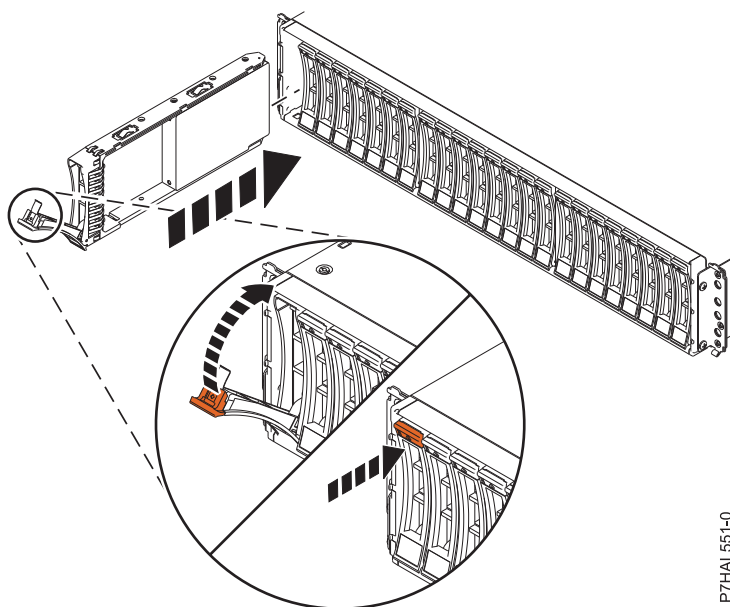

Figura 44. Substituir uma unidade de disco no suporte de unidades de disco
- Com a pega na posição de desbloqueio, como demonstrado em Figura 44, apoie a parte inferior da unidade à medida que a alinha com as calhas de guia na unidade de expansão.
- Bloqueie a unidade ao rodar a pega do compartimento (A) na direcção demonstrada em Figura 44.